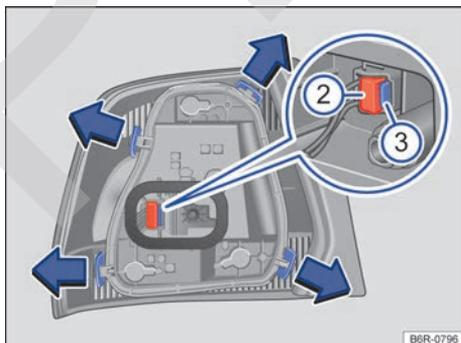

Fig. 175 Grupo óptico trasero: desmontaje del portalámparas.
6. Extraiga el bloqueo del conector → fig. 175 ②.
7. Presione la pestaña de encastre → fig. 175 ③ y desacople el conector.
9. Para desbloquear el portalámparas, presione las pestañas de bloqueo → fig. 175 en el sentido de las flechas.
13. Acople el conector al portalámparas. La pestaña de encastre → fig. 175 ③ tiene que encastrar de forma audible.
14. Encastre el bloqueo → fig. 175 ②.